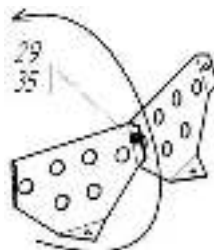

Рис. 16
3.10. Преодолевав усилие пружины (16), оттянуть фиксатор (8)вниз и повернуть ёмкость на удобный угол. Прикрепить лопасти (17) к ёмкости нижней (2) и ёмкости верхней (12), с помощью болтов (21), шайб (14) и гаек (29), при этом, шайбы установить с наружной стороны ёмкостей.
**Возможна комплектация бетоносмесителя сборными лопастями (рис. 16).** В этом случае необходимо две полу-лопасти скрепить между собой болтом (35) и гайкой (29). После установить в бетоносмеситель по направлению вращения ёмкости (указано на рис. 16 стрелкой)с помощью болтов (21), шайб (14) и гаек (29).